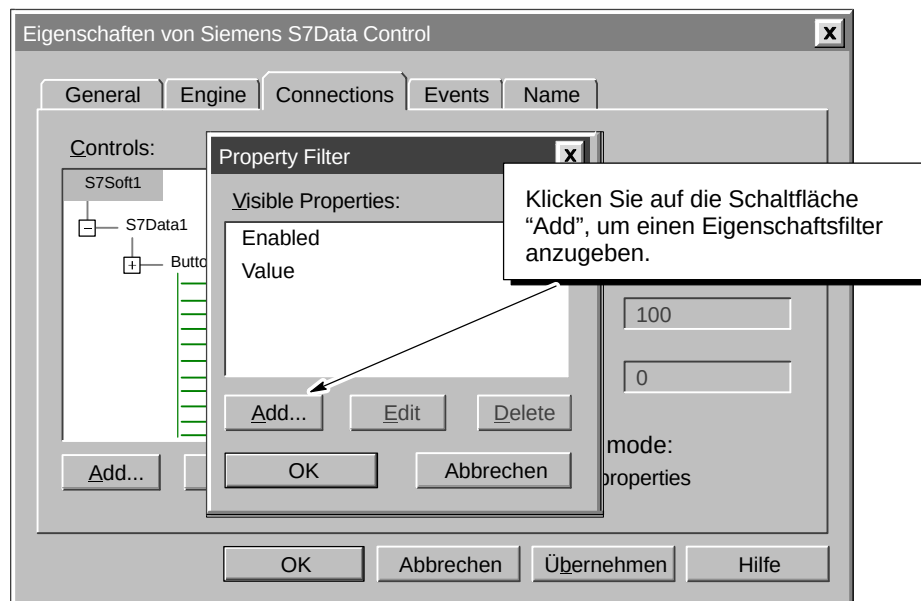

Bild 1-7 Hinzufügen von Eigenschaften zum Filter
5. Geben Sie die Eigenschaften, die angezeigt werden sollen, ein und wählen Sie die Schaltfläche "Add" (siehe Bild1-7). Mit der Schaltfläche "Edit" können Sie Einträge korrigieren und mit der Schaltfläche "Delete" löschen Sie Einträge.